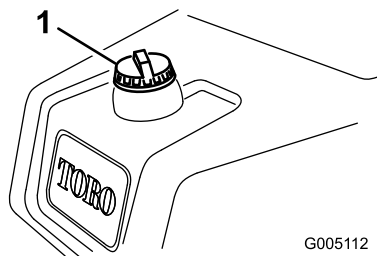

Figura 21
1. Pulite attorno al tappo del serbatoio del carburante e rimuovetelo (Figura 21).